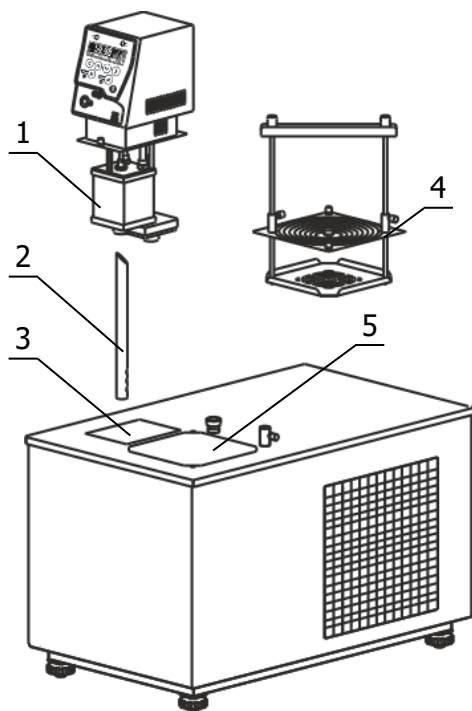
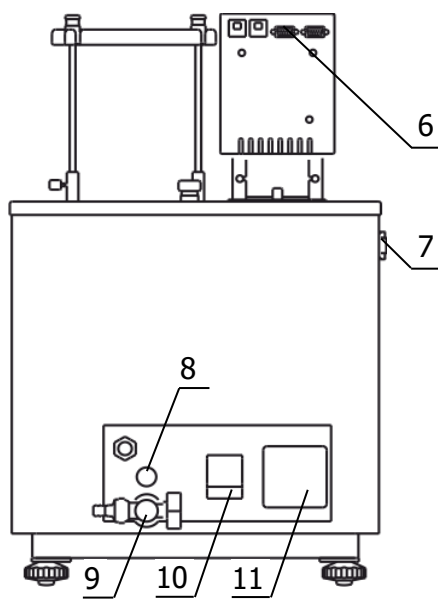

Рисунок 3 — Установка блока регулирования
Рисунок 4 — Задняя панель ванны термостата
2.2.3 Вставить выходную трубку насоса 2 (рисунок 3) косым срезом до упора в резервуар 1 блока регулирования и зафиксировать ее винтом. Три выходных отверстия трубки должны быть направлены в центр рабочей зоны после установки блока регулирования.
2.2.5 К переливному штуцеру 8 (рисунок 4) присоединить гибкий шланг, второй конец которого опустить в емкость для сбора излишков теплоносителя объемом 1.5–2 литра.
2.2.6 Заполнить ванну термостата теплоносителем через отверстие над рабочей зоной 5 (рисунок 3) до момента начала слива теплоносителя из переливного штуцера 8 (рисунок 4). Температурный диапазон применения теплоносителя должен соответствовать значениям, указанным в 1.2.6.
2.2.7 Вставить вилку сетевого кабеля блока регулирования в розетку 11 (рисунок 4). Соединить кабелем из комплекта поставки блок регулирования (разъем 6) и холодильную машину (разъем 7). Сетевой кабель термостата подключить к питающей сети напряжением 220 В. Для этого в лабораторном помещении должна быть установлена электрическая розетка из комплекта поставки термостата.
2.2.8 Автоматический выключатель 10 (рисунок 4) перевести в положение «включено».
Причина отсутствия перемешивания — неправильная работа насоса, вызванная воздушной пробкой, образовавшейся в резервуаре 1 (рисунок 3). Для ее устранения необходимо:
2.2.10 Установить корзину 4 (рисунок 3) в отверстие над рабочей зоной 5 и закрепить ее на крышке ванны винтами из комплекта поставки.
2.4.5 Надеть сливной шланг из комплекта поставки на сливной кран 9 (рисунок 4) и закрепить его хомутом. Свободный конец шланга опустить в емкость для сбора теплоносителя объемом, превышающим объем термостата.